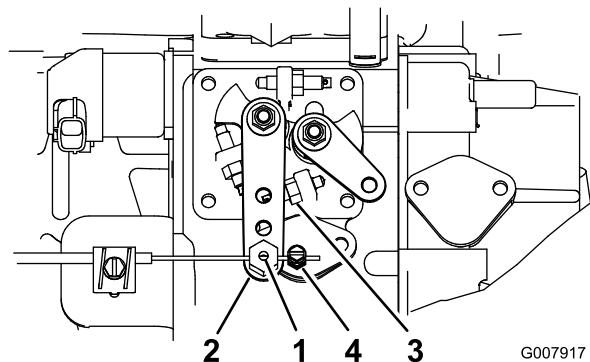

Figura 52
- Allentate il raccordo del cavo dell'acceleratore, sul cavo dell'acceleratore, vicino alla leva della pompa di iniezione (Figura 52).
- Tenete il braccio della leva della pompa di iniezione contro il fermo del minimo alto (Figura 52).